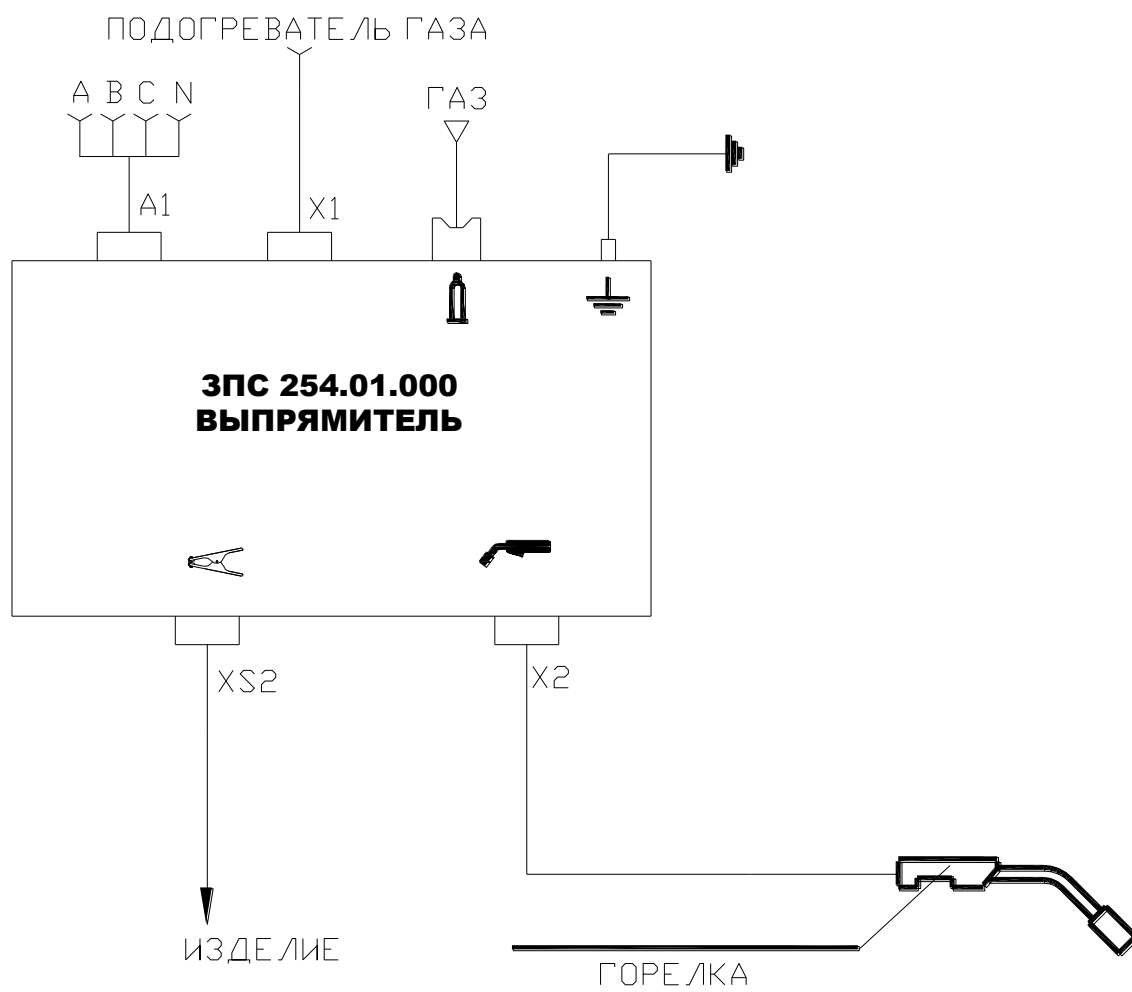

Рис. 2. Схема подключения полуавтомата
5.10. Ступенчатая регулировка сварочного напряжения осуществляется переключателями (поз.3,4 рис.2).
7.2. Произвести монтаж полуавтомата ( согласно рис.2 ):